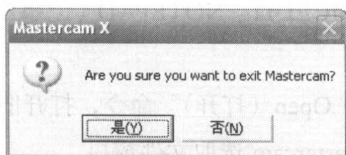
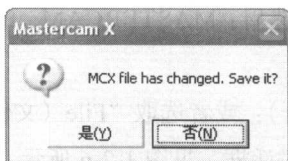

图 1-2-2
图 1-2-3
1. （开启新档）：或者选择“File（文件）”→“New（新建）”命令，系统会出现一询问窗口（见图 1-2-2），选取“否”不退出当前系统；使用用户选取“是”的话，如果目前图形文件尚未存盘或曾经存盘但内容已有变更，系统会询问是否要储存目前图形文件（见图 1-2-3）。新开启的空白图形文件，Mastercam 会以 T.MCX 命名。